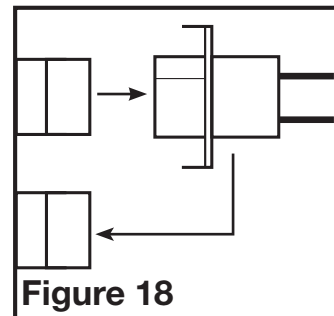

Figure 18
2. Débranchez le faisceau du condensateur au niveau du raccord de connexion rapide et retirez «l'étiquette d'impulsion» du raccord de connexion rapide sur le condensateur d'amplification (**Figure 18**).